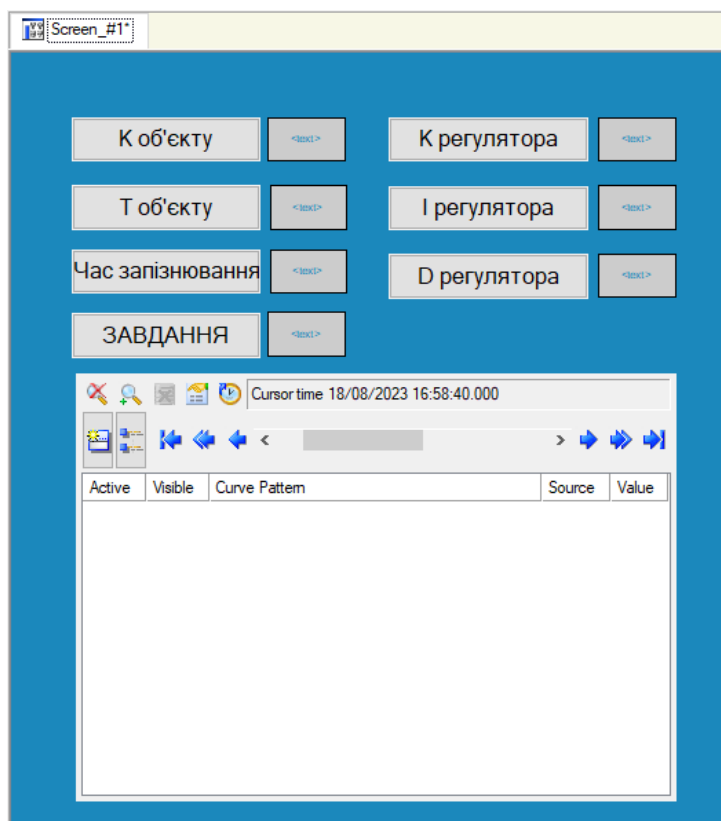

Рисунок 1 – Розміщення ГЕ Тренд на екрані
1.2 Доповнити проект ГЕ Trend (Тренд) для перегляду у часі сигналу завдання та вихідної змінної САР. У нижній частині графічного екрана розмістити ГЕ Тренд  для виводу значень змінних **Zav** та **Vykhid** (рис. 1).